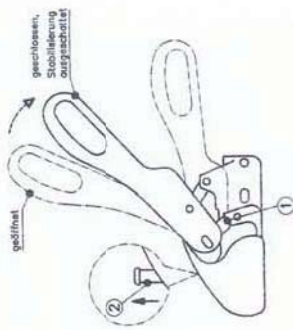

Bild 4: Ankuppeln
Zum Rangieren des Anhängers nehmen Sie bitte die am Anhänger angebrachten Haltegriffe anstatt den Bedienungshebel der WS 3000/WS 3500. Die geöffnete Zugkugelpkupplung wird auf die Kupplungskugel des Zugfahrzeuges gesetzt. (Bild 4) Durch die Stützlast und eine evtl. zusätzliche Belastung der Deichel schließt die Zugkugelpkupplung automatisch, und die seitlichen Sicherungslaschen (1) stehen parallel gegenüber der Sicherungsflächen am Gehäuse. (Bild 4) Befindet sich die Kupplungskugel im Kupplungs-gehäuse, ist der grüne Stift der Kontrollanzeige (2) sichtbar. (Bild 4)